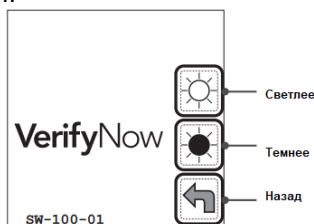

Рисунок 69: Настройка контраста.
5. Нажмите на клавишу Светлее  или Темнее , чтобы настроить экран на нужную контрастность (Рисунок 69 (стр. 57)). Найдите настройку, при которой экран имеет лучшую видимость при комнатном освещении.